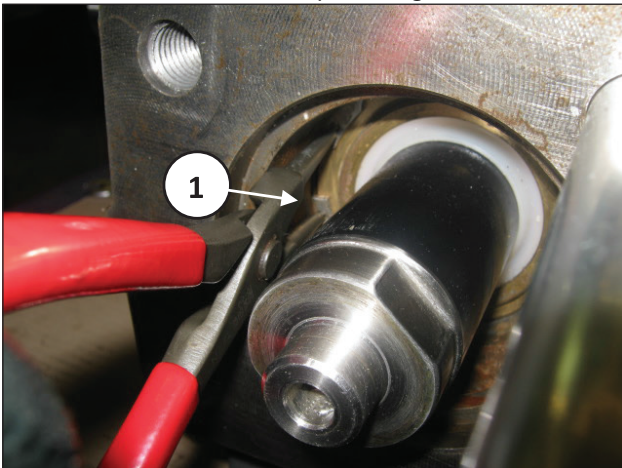

Fig. 122
Remova os anéis elásticos Ø78 (pos. ①, Fig. 122).